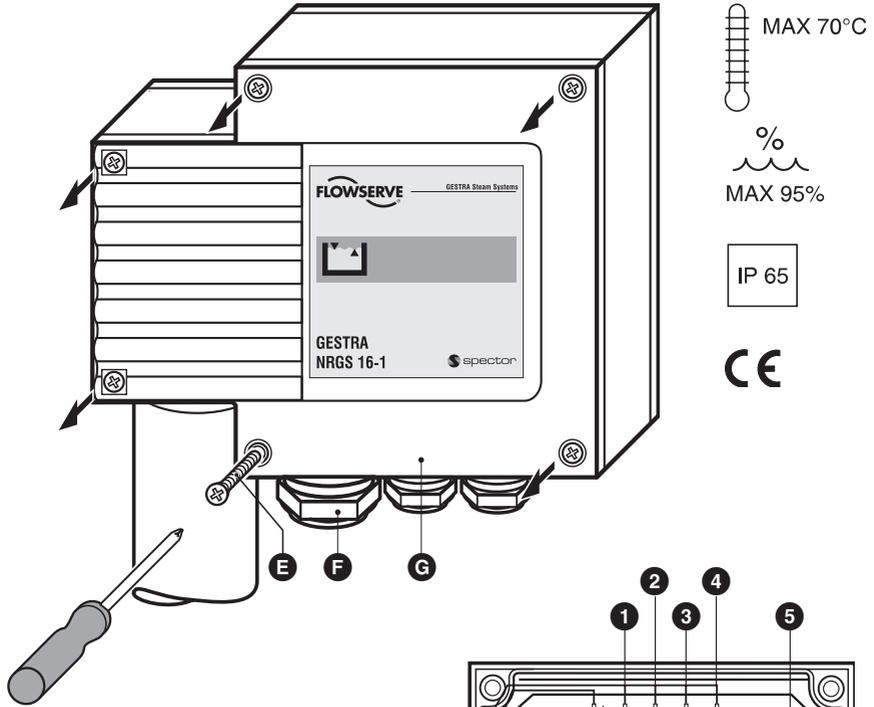

Fig. 6
1. Schrauben **E** lösen und herausdrehen, Gehäusedeckel **G** abnehmen. **Fig. 6**